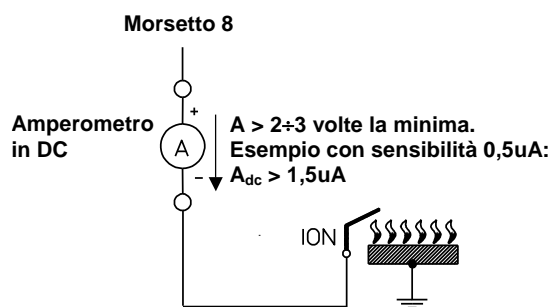

Fig. 8
- se il tentativo di avviamento viene attuato senza immissione di combustibile si verifichi un arresto di blocco alla fine del tempo di sicurezza (TS);
- il livello del segnale di fiamma sia sufficientemente elevato (per la misura del segnale di fiamma vedi figure 8 e 9);